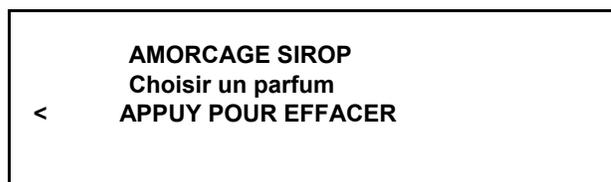

Figure 50
9. Appuyer sur le symbole CALIBRAGE  pour passer en mode d'amorçage du sirop (Cf. Figure 50).